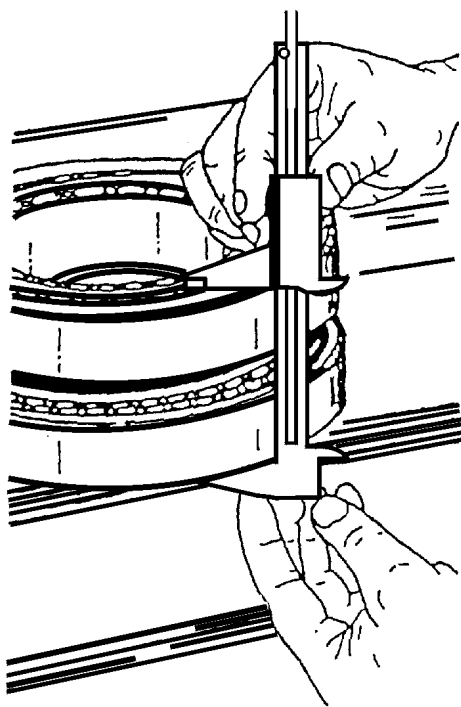

Рис. 9.3. Замер расстояния «А» между кромками наружных обойм конических подшипников
2. Установить конические подшипники нижнего шарнира и измерить штангенциркулем расстояние между наружными кромками наружных обойм конических подшипников, смотри Рис. 9.3. Полученный размер обозначить буквой «А».